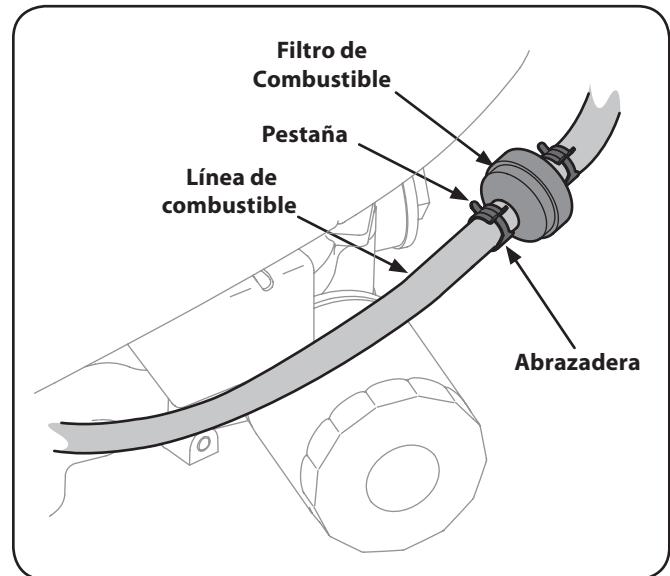

Figura 6-11
2. Use pinzas para agarrar las pestañas de las abrazaderas, a continuación, aleje las abrazaderas del filtro de combustible. Ver la Figura 6-11.